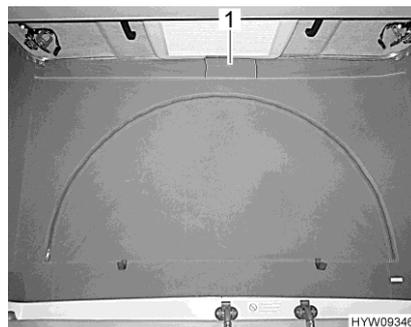

Fig. 85 Aération (fermée)
- Détacher la bande velcro du pan d'étoffe (Fig. 85,1) sous le toit relevable. Un grillage de protection contre les insectes est installé derrière le pan d'étoffe.